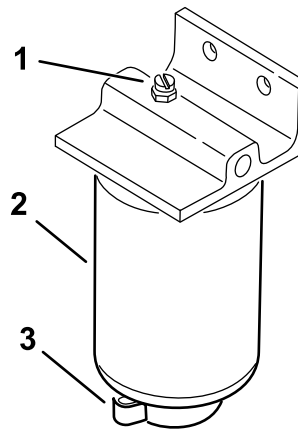

Figura 39
4. Aprite il tappo di spurgo del filtro e la valvola di sfiato (Figura 39).